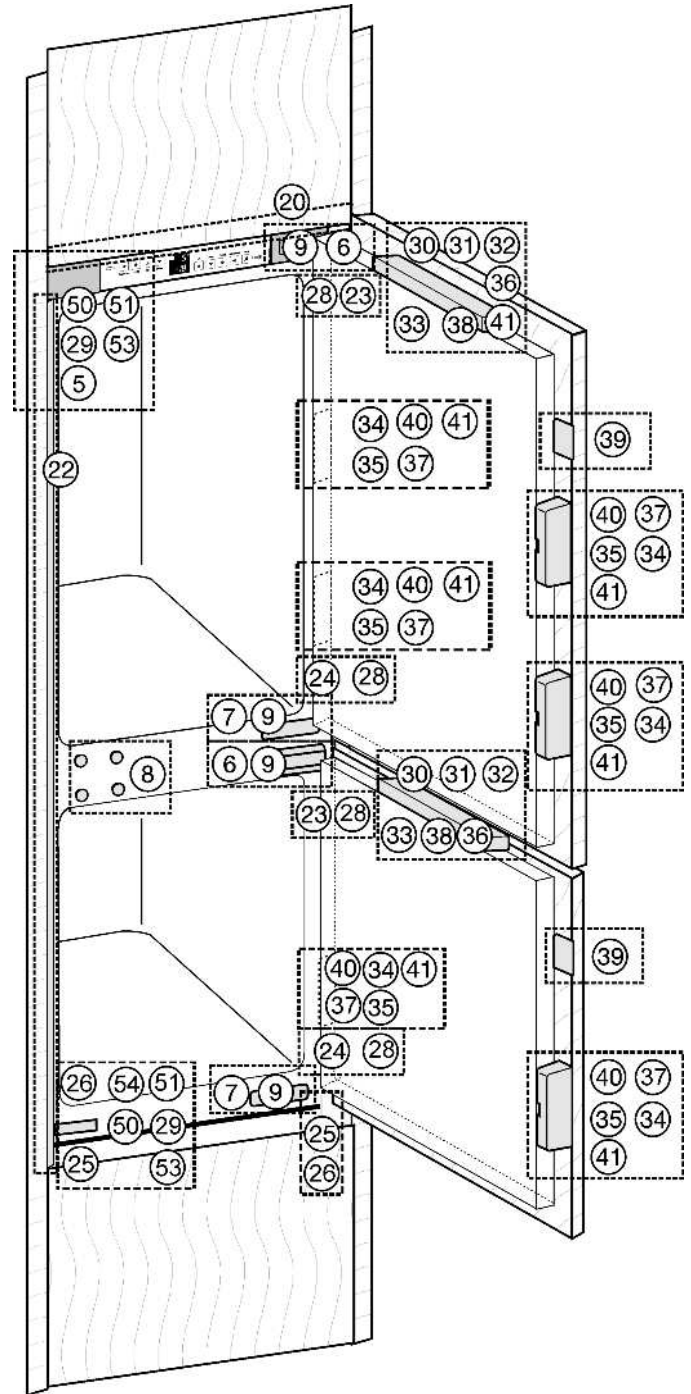
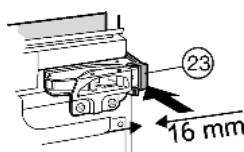
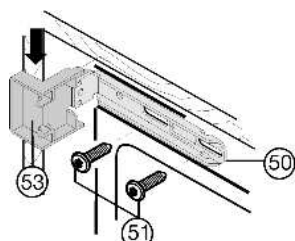
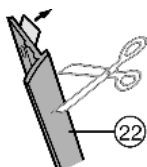

Fig. 8
Fig. 12
Fig. 13
Fig. 14
- ▶ Снимите крышки Fig. 8 (5,6,7).
- ▶ Защелкните распорный элемент Fig. 12 (23) на верхнем и распорный элемент Fig. 8 (24) на нижнем шарнире.
- ▶ Наденьте верхнюю и нижнюю крышку Fig. 13 (53) на крепежный уголок Fig. 13 (50).
- ▶ Закрепите крепежный уголок Fig. 13 (50) сверху и снизу винтами Fig. 13 (51) так, чтобы уголок можно было немного двигать влево и вправо.
- ▶ Снимите защитную пленку с декоративной планки Fig. 14 (22). Прикрепите декоративную планку Fig. 14 (22) со стороны ручки заподлицо с лицевой стороной к выступу крышки Fig. 13 (53) и наклейте на боковую стенку устройства.
- ▶ При необходимости укоротите декоративную планку Fig. 14 (22) внизу: Декоративная планка Fig. 14 (22) должна заканчиваться на 3 мм выше верхней кромки нижнего крепежного уголка Fig. 8 (50).
- ▶ Вдвигайте устройство до тех пор, пока крышки Fig. 13 (53) не будут упираться Fig. 13 в боковую стенку предмета мебели.
- ▶ Учитывайте конструктивный размер (глубину упорных элементов дверей). Выдвиньте шарниры и крышки Fig. 13 (53) на расстояние, соответствующее этому конструктивному размеру.
- ▶ Выставьте устройство прямо, регулируя опоры Fig. 8 (25) при помощи прилагаемого вилочного ключа Fig. 8 (26).